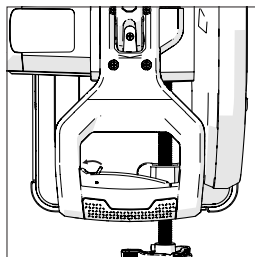

Fig. 12
- Drücken Sie die Sicherheitsverriegelung auf der linken Seite des Auslöseschalters nach links (**Abb. 12**).